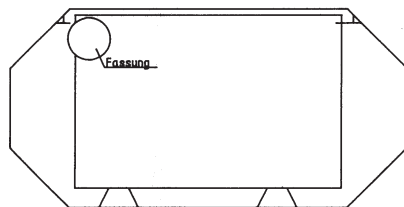

Fig. 7
- vicino al braccio portalamпада per fari di tipo a parete (fig. 7)